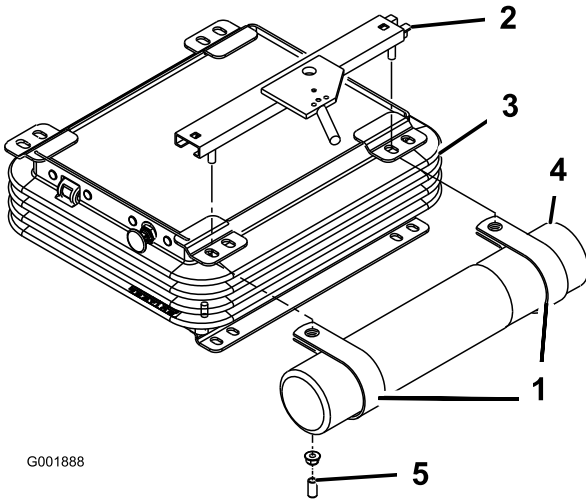

Figura 7
2. Togliete i due dadi e i cappucci di vinile (se montati in precedenza) che fissano la staffa superiore del sedile al lato sinistro della sospensione del sedile (Figura 7).
3. Montate i serratubi a R nei prigionieri delle staffe del sedile usando i due dadi tolti in precedenza (Figura 7).
4. Montate il tubo del manuale nei serratubi a R e serrate i dadi (Figura 7).